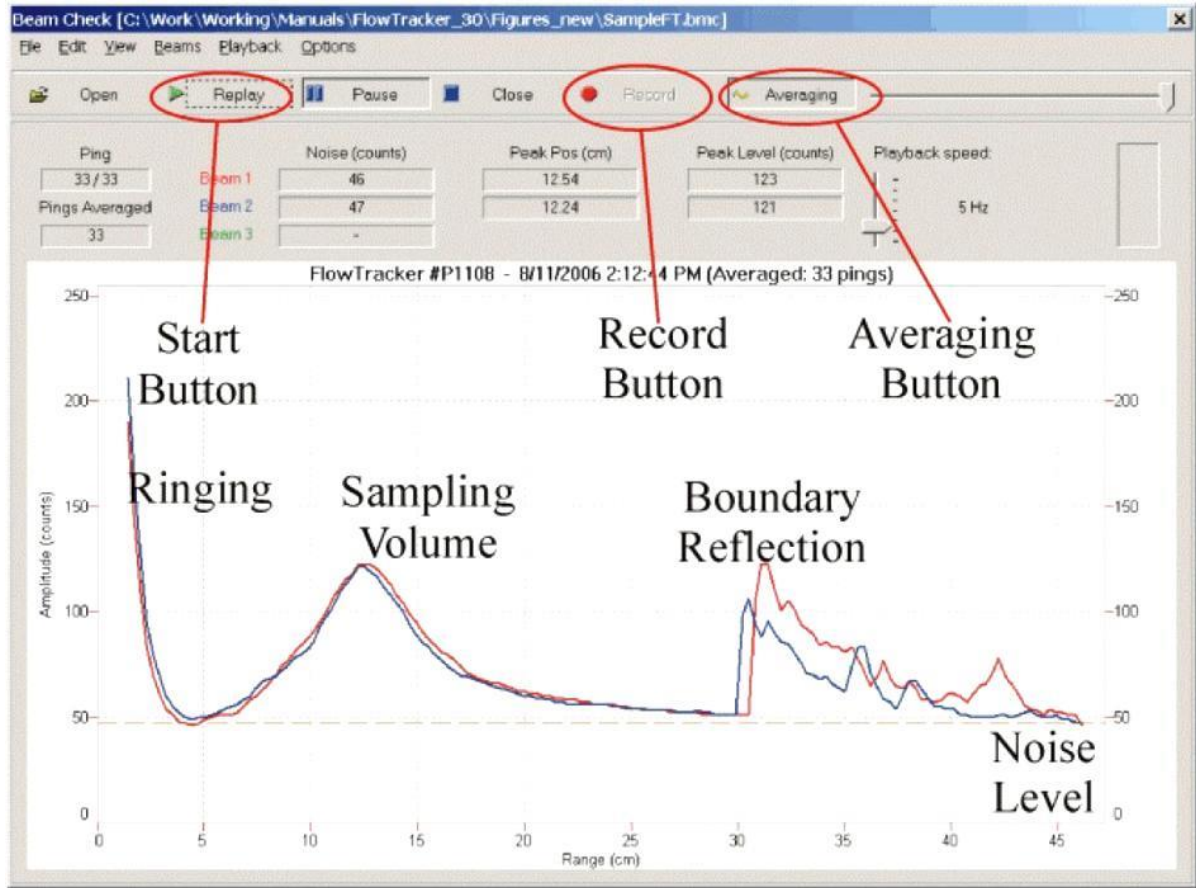

Figura. 12 Ejemplo de Pantalla de Salida de BeamCheck.
El *BeamCheck* (Figura 12) es un programa de diagnóstico que se usa para verificar el rendimiento del FlowTracker, le proporciona una herramienta potente para entender y verificar el rendimiento del sistema. Es recomendable que se familiarice con este software y lo use de forma regular.
La Figura 12 muestra una pantalla de ejemplo.
En el *BeamCheck*, el FlowTracker envía un pulso de sonido y muestra la fuerza de la señal de retorno para cada receptor en función del tiempo. Las características del perfil de la fuerza de la señal comprueban diferentes aspectos del funcionamiento del sistema (Figura 12).
- Cada uno de los elementos señalados arriba deberían ser visibles (Figura 12).